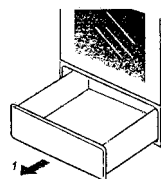

Рис. 9
7.3.2 Как выдвинуть ящик показано на рис. 9.